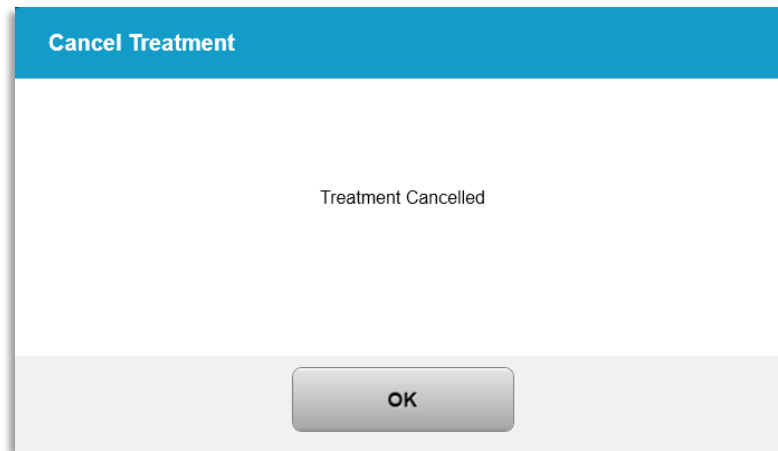

Figure 3-29. Confirmation Traitement annulé
- Si l'annulation du traitement a été confirmée, un message « Treatment Cancelled » (traitement annulé) apparaîtra sur l'écran, comme illustré à la figure 3-29.